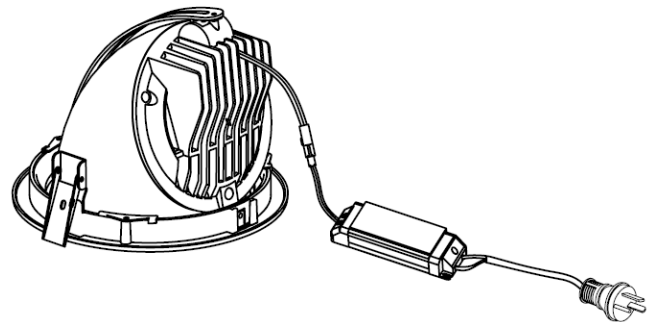

Abb. 2: Treiber mit Downlight verbinden
6. Drücken sie die Haltefedern nach oben und schieben sie das Downlight in den Deckenausschnitt. (Abb. 2) Das Downlight hält sich durch die Federkraft im Deckenausschnitt. Achten sie darauf, dass die Decke an den Auflagepunkten keine Beschädigung aufweist.